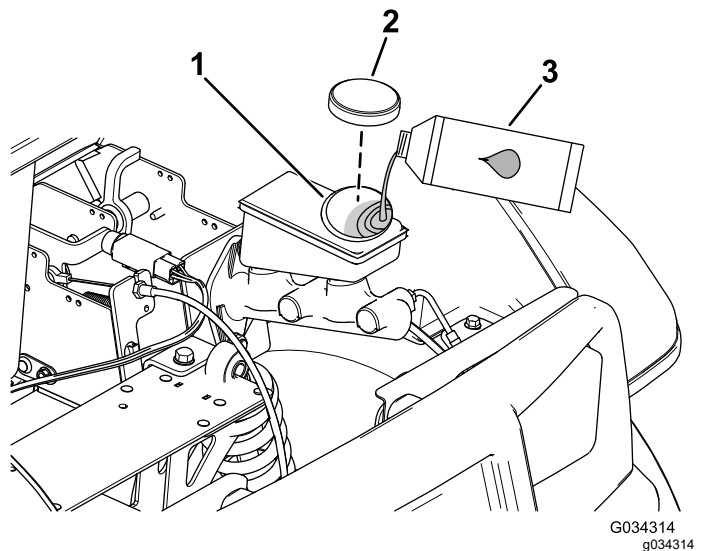

Figura 62
4. Eleve el capó para acceder al cilindro del freno principal y al depósito (Figura 62).
- A. Limpie la zona alrededor del tapón del depósito y retire el tapón (Figura 62).
- C. Coloque el tapón del depósito (Figura 62).